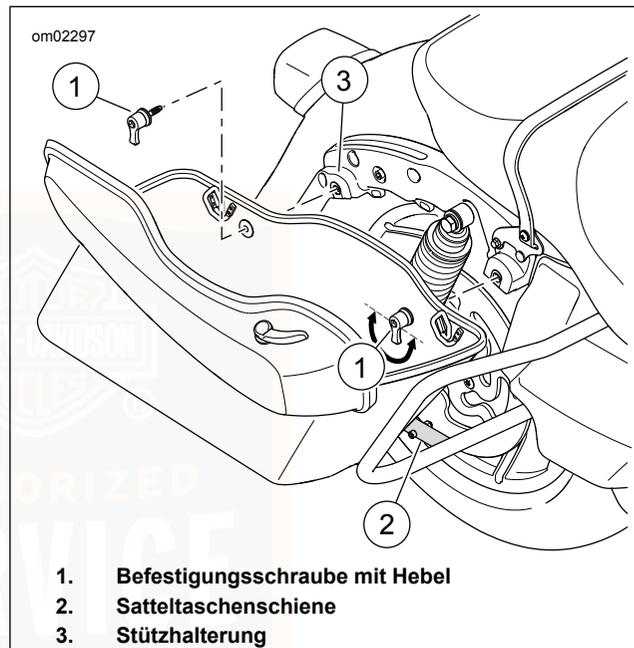

Abbildung 38. Ausbau/Einbau der Satteltasche
2. Siehe Abbildung 38. Die Hebel der Befestigungsschrauben gegen den Uhrzeigersinn drehen, um die Befestigungsschrauben von der Stützhalterung zu entfernen.
1. Siehe Abbildung 38. Die Satteltasche behutsam in die Einbaustellung auf der Satteltaschenschiene bringen. Die Befestigungsstüben an der Stützhalterung ausrichten.